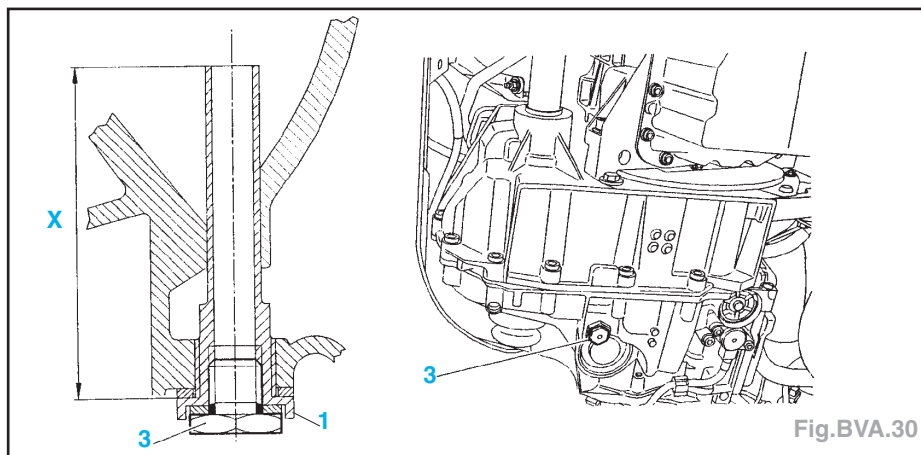

Fig.BVA.30
- Déposer le bouchon de vidange (1) (Fig.BVA.30).
- Conditions préalables (Fig.BVA.30) :
- déposer le bouchon (2),
- Déposer le bouchon de mise à niveau (3)